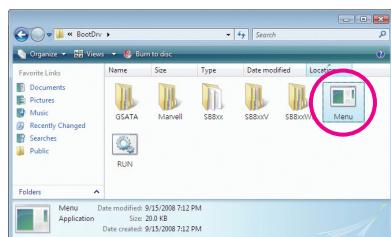
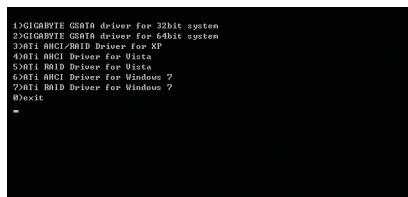

Figure 3
Figure 4
- 2: A partir de votre lecteur de disques optiques, double-cliquez sur le fichier **Menu.exe** dans le dossier **BootDrv** (Figure 3). Une fenêtre Commande d'invite similaire à celle dans Figure 4 apparaîtra.
- 3: Insérez la disquette vierge formatée. En fonction du système d'exploitation à installer, sélectionnez le pilote du contrôleur en appuyant sur la lettre correspondante dans le menu et appuyez sur <Enter>. Par exemple, dans le menu de la Figure 4,
- Pour le AMD SB850, sélectionnez **3) ATI AHCI/RAID Driver for XP** (3) Pilote ATI AHCI/RAID pour XP pour le système d'exploitation Windows XP.
- Pour le GIGABYTE SATA2/JMicron JMB362, sélectionnez **1) GIGABYTE GSATA driver for 32bit system** (1) Pilote GIGABYTE GSATA pour système 32-bit) pour le système d'exploitation Windows 32-bit.